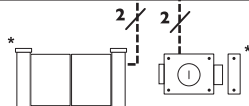

Fig. 8
- **Fig8** : Schéma de la connexion entre la PowerBox et la platine de rue
5. Raccorder les fils en respectant le plan de câblage (**Fig8**)